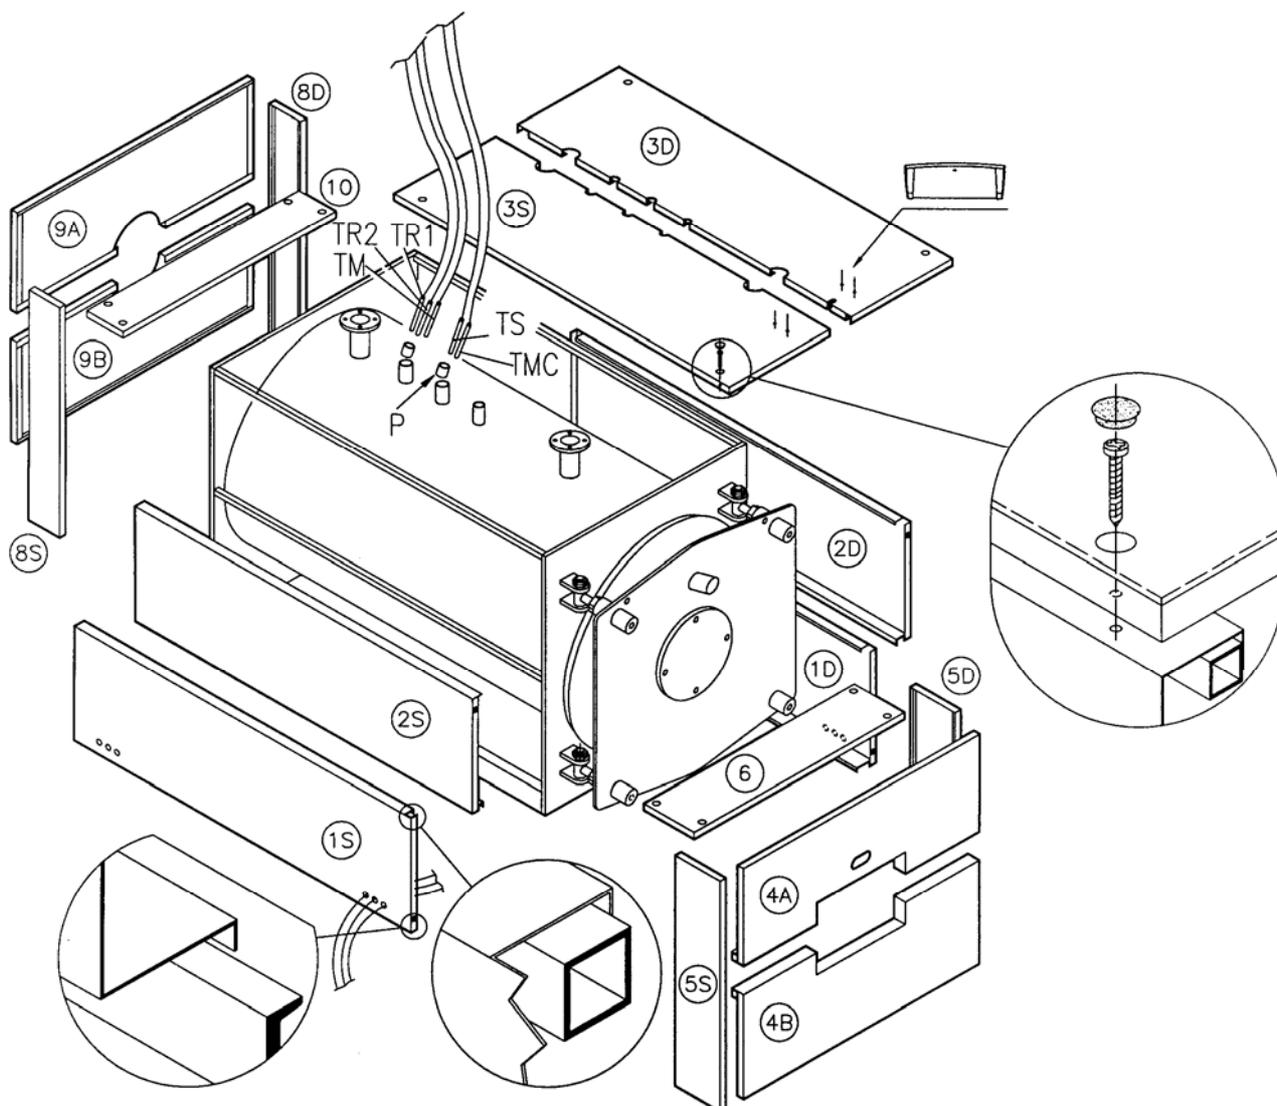

Fig. 9
4.3 RIVESTIMENTI CALDAIA BJS 400÷1300 (Fig. 9)
- d) Montare il pannello superiore (3S) sulla caldaia; posizionare il quadro comando sul pannello (3S); svolgere i capillari del termometro e dei termostati e inserire i bulbi nei pozzetti (P).